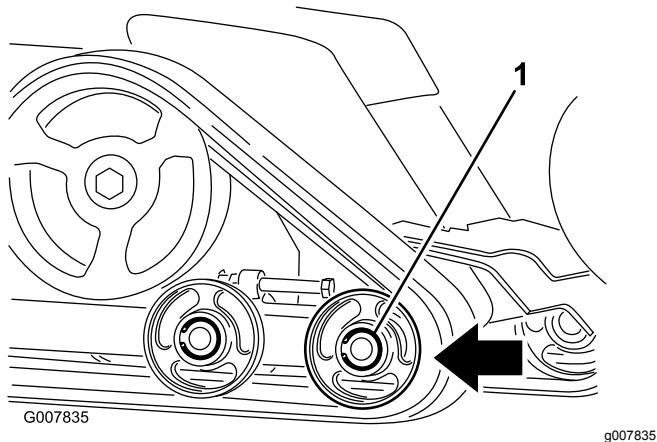

Figura 44
6. Empurre a roda de estrada dianteira para trás o máximo possível (Figura 44).
8. Quando a lagarta estiver fora da roda de estrada, retire-a da máquina (Figura 44).
9. Começando na roda motora de transmissão, enrola a nova lagarta em torno da roda motora, assegurando que as porcas da lagarta se encaixam nos espaçadores da roda motora (Figura 44).
10. Empurre a lagarta para debaixo e para o meio das rodas de estrada traseira e central (Figura 44).